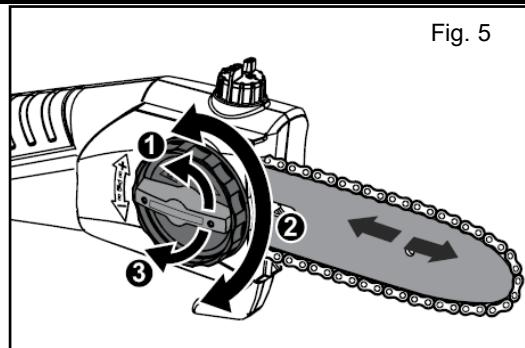

Fig. 5
- Dévisser suffisamment le bouton de verrouillage (Fig. 5 ①) pour permettre la rotation du tendeur de chaîne (Fig. 5 ②).
- Resserrez le bouton de verrouillage (Fig.5 ③).